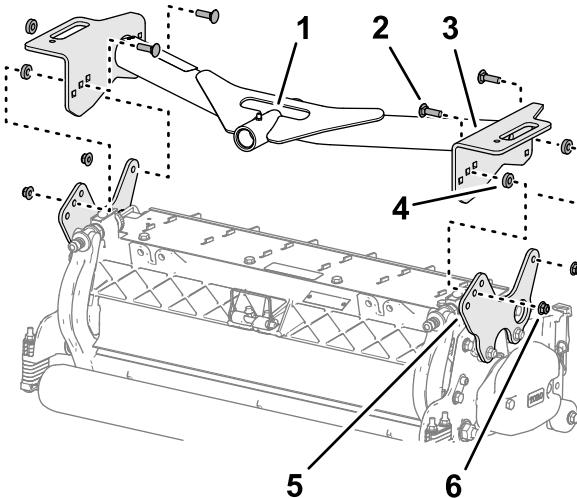

Bild 17
1. Richten Sie die Löcher in den Platten des vorderen Trägerrahmens auf die Löcher in den Montageplatten des Mähwerks aus (Bild 17).
- Legen Sie ein Distanzstück zwischen der Trägerplatte und der Montageplatte ein (Bild 17) und befestigen Sie die Platten und das Distanzstück lose mit einer Schlossschraube (3/8" x 1 1/4") und einer Sicherungsbundmutter (3/8").